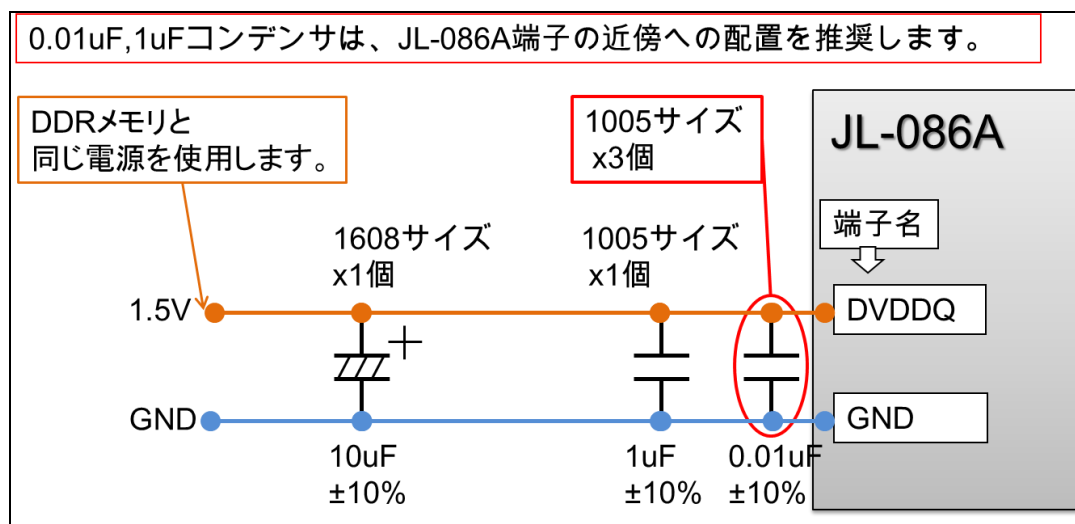

図 C-2 DDRのI/O電源処理
- I/O 電源 : DVDDQ,GND (下記の図 C-2)